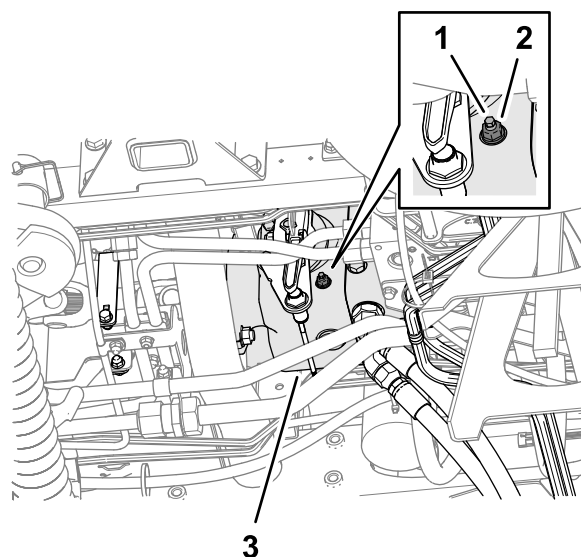

図 132
3. マシンの下側、走行ポンプの右側からアクセスして、ニュートラルリターン調整ねじを固定しているロックナットをゆるめる **図 132**。